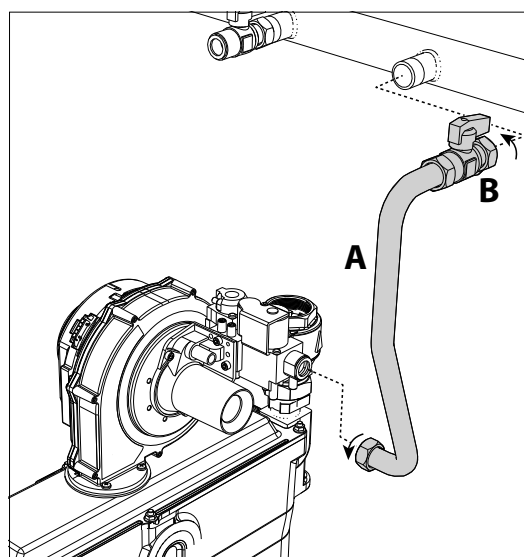

рис. 66
5. Ослабьте хомуты и отсоедините газовую трубку «A» вместе с вентилем «B» (рис. 66).